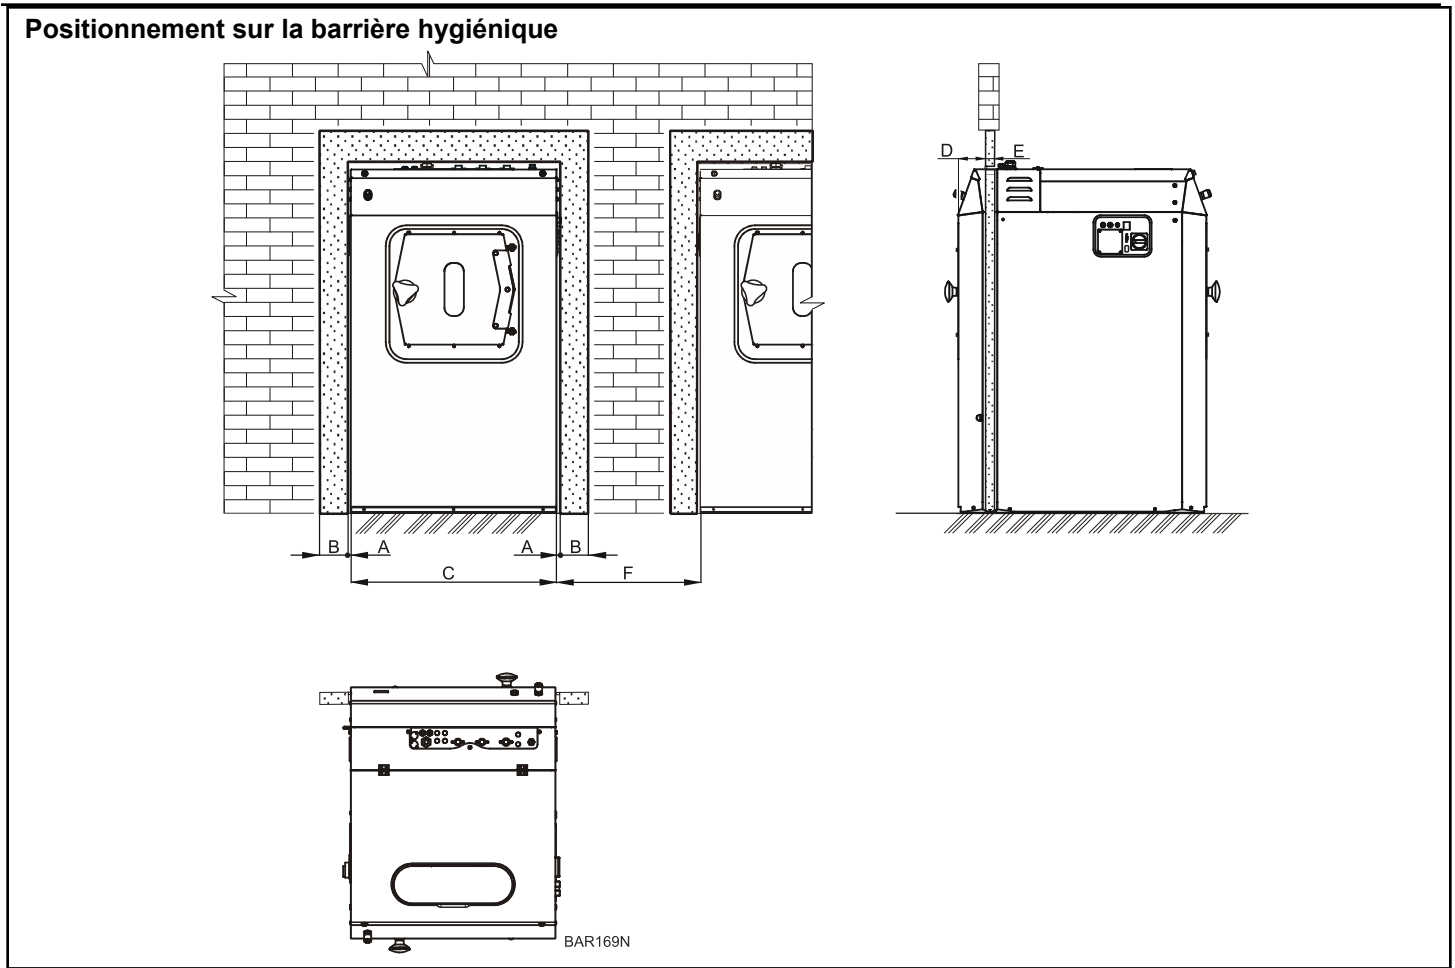
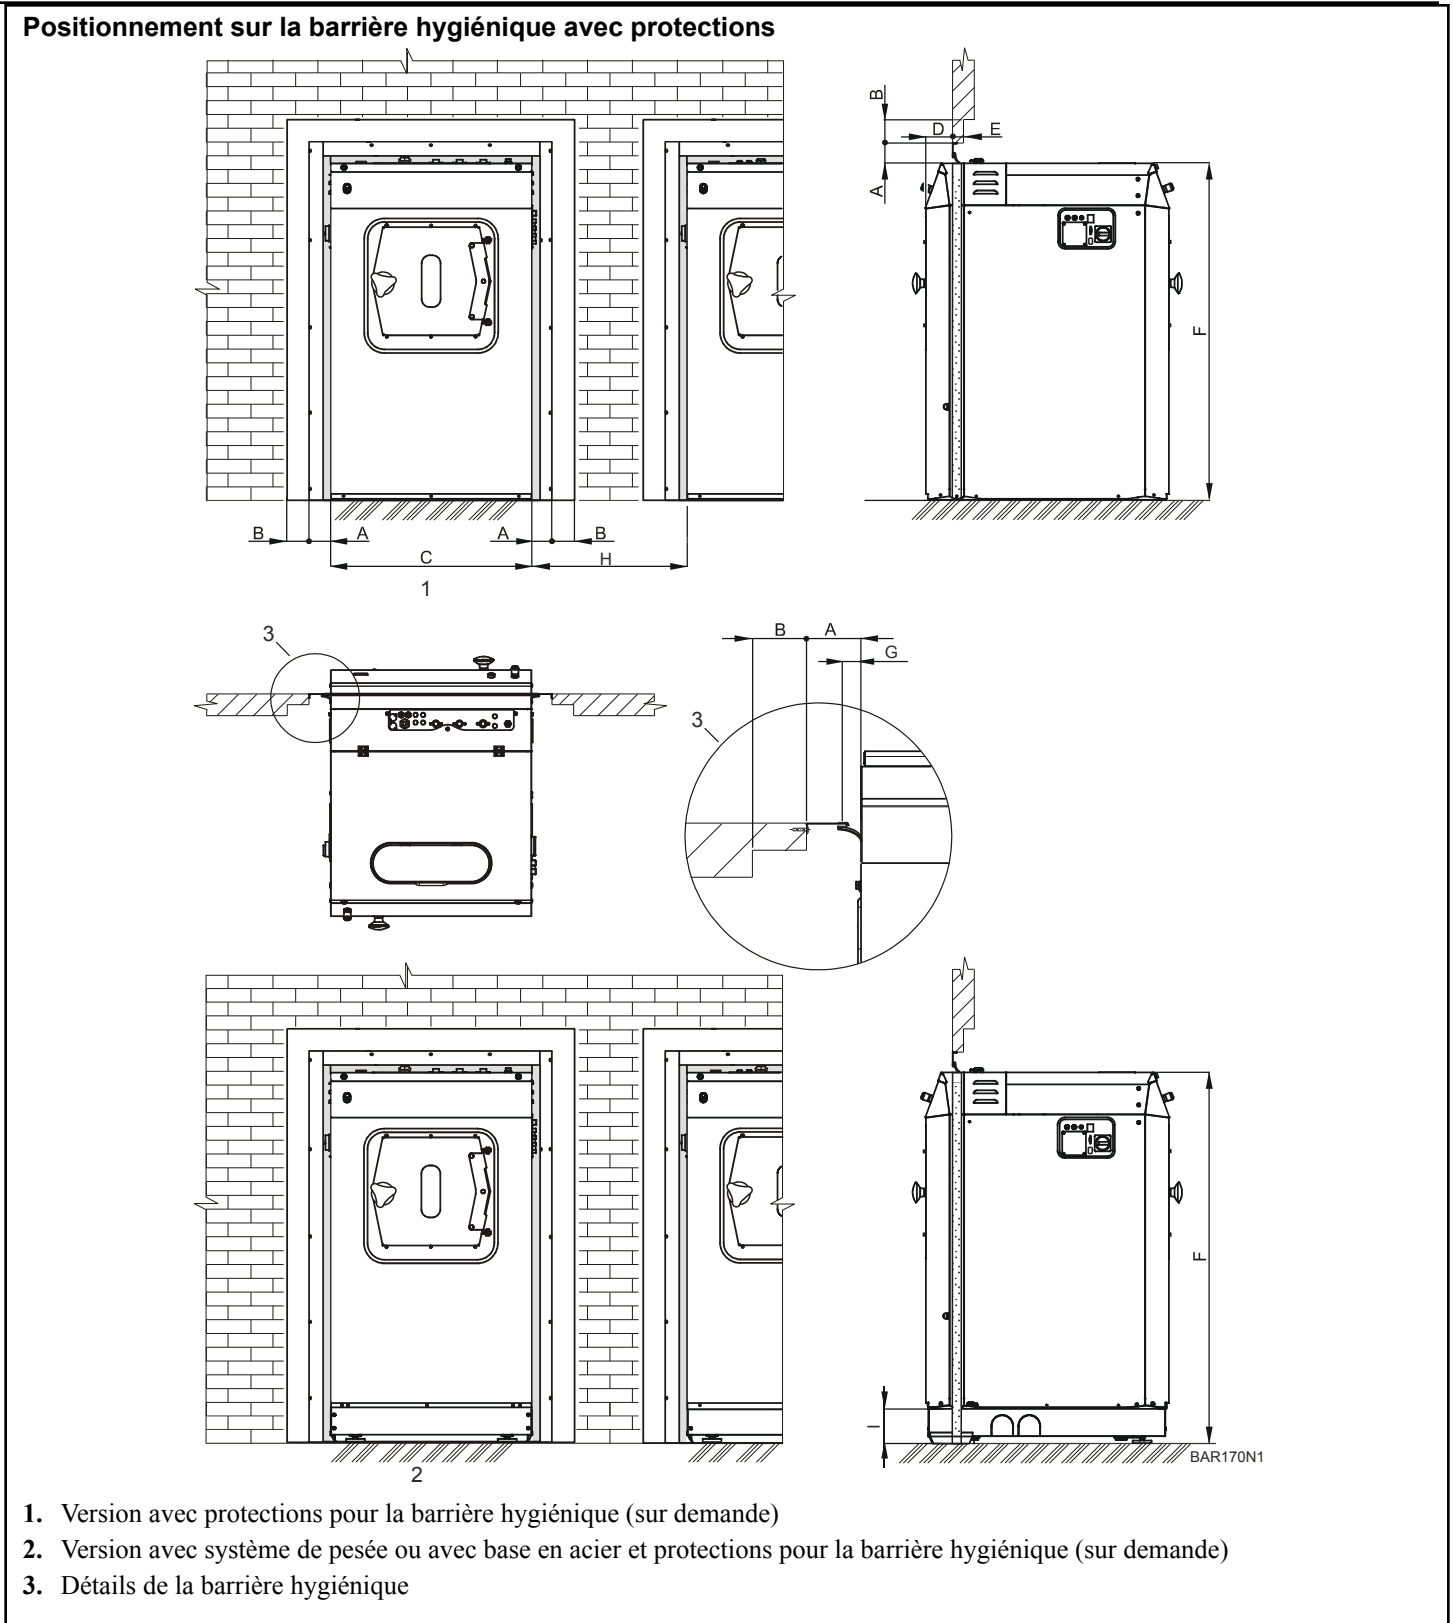

Figure 10
Figure 11
5. Positionnez la machine à sa position finale. Voir *Figure 10* et *Figure 11*.